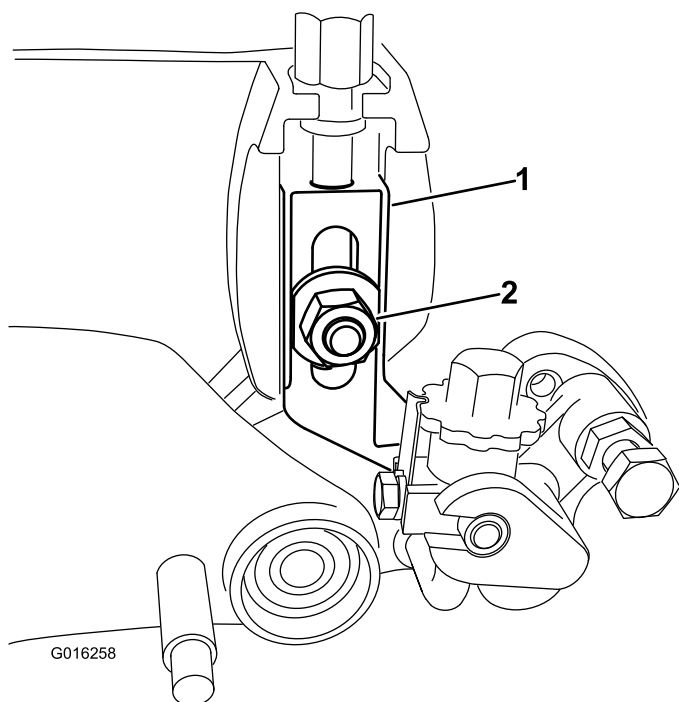

Рисунок 33
5. Снимите несущий болт, гайку и шайбу, которые крепят узел рычага высоты скашивания к боковой плите (Рисунок 33).